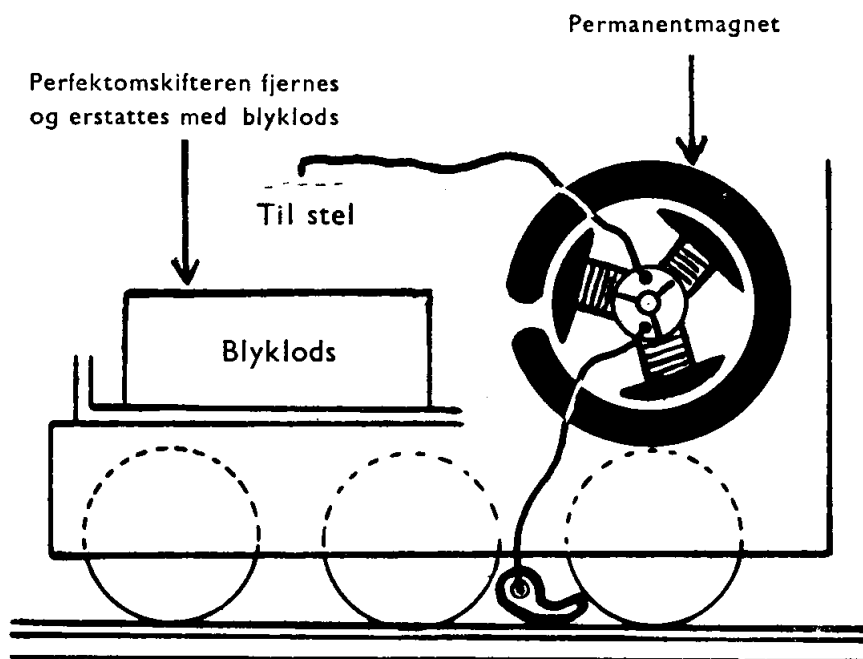

Fig. 8.
1. Ved at anbringe en permanent magnet i motoren i stedet for feltmagneten og fjerne perfektomskifteren (fig. 8). Ankeret skal muligvis også omvikles.